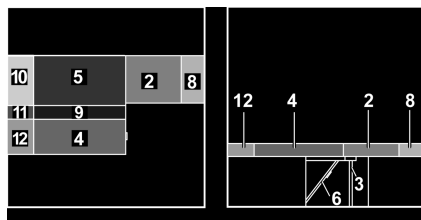

Fig. 130 Después de la transformación
- Colocar el cojín adicional (Fig. 130,8) entre el cojín del asiento del asiento longitudinal y la pared dorsal.